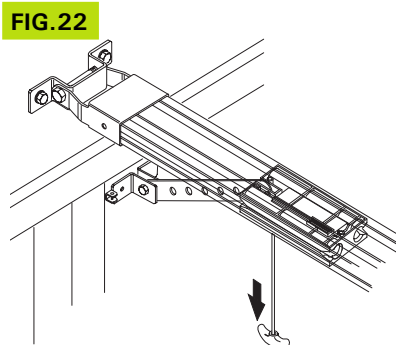

FIG.22
- 3) Tirer la poignée de déverrouillage vers le bas et vérifier qu'il est possible de déplacer la porte à la main (fig. 22).